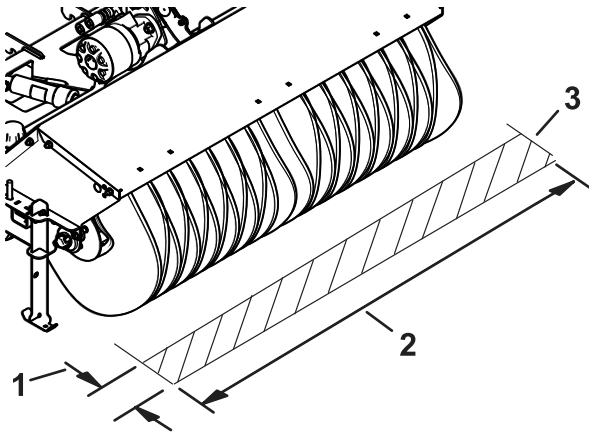

Bild 17
- Achten Sie darauf, dass die gekehrte Fläche der Länge des Besens und einer maximalen Breite von 51 bis 102 mm entspricht (siehe Bild 17).